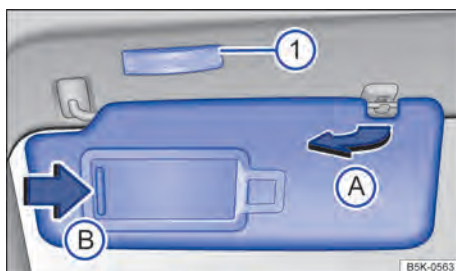

Fig. 82 Parasol.
- Retirar el parasol cuidadosamente del bloque soporte sujetando a base de sujeción y girar en la dirección de las puertas → fig. 82 (A).
En el parasol plegado hacia abajo se encuentra un espejo de cortesía atrás de una cubierta. Al abrir la cubierta → fig. 82 (B) se enciende la luz (1).